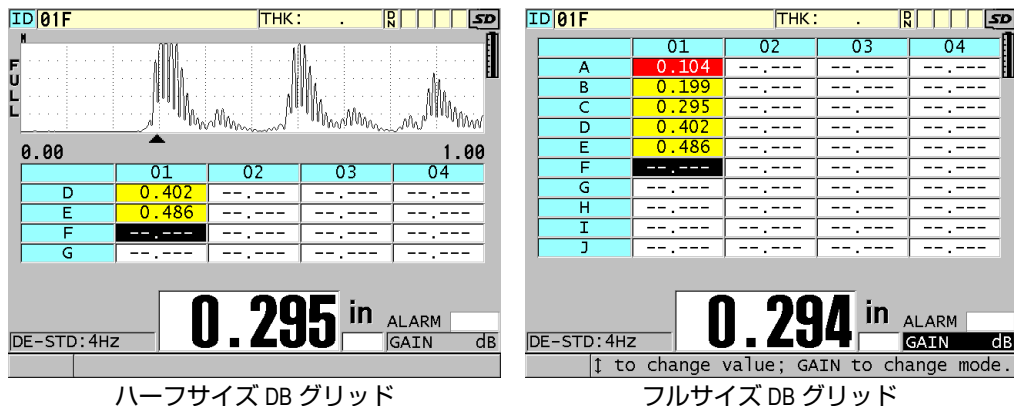

図 10-10 ハーフサイズおよびフルサイズ DB グリッドの例
- グリッドサイズを以下の希望のデータベースグリッドサイズオプションの1つに設定します (166 ページの図 10-10 参照)。